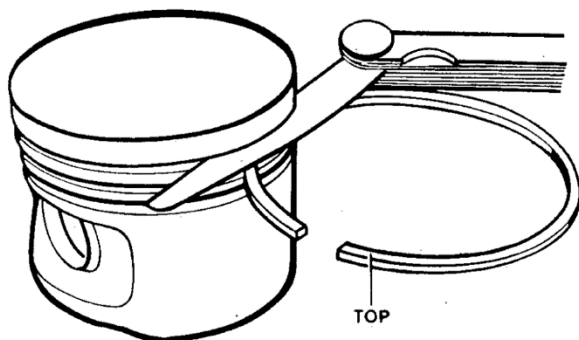
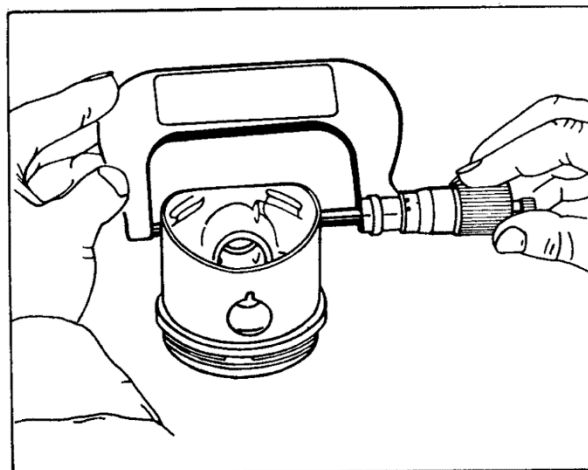

Bild M 17. Höhengspiel der Kolbenringe überprüfen
Bild M 18. Kolben überprüfen
- Höhengspiel überprüfen (siehe Bild M 17)
- (2) Kolbenbolzen
- (3) Sicherungsring
- (4) Kolben
- überprüfen (siehe Bild M 18)